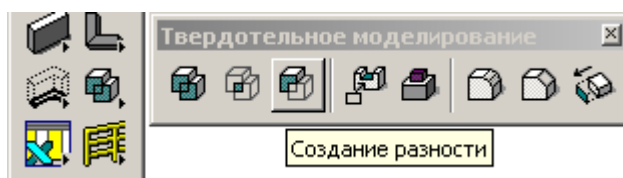

Рисунок 106
- Осталось вычесть из цилиндра параллелепипед. Для этой операции используется инструмент *Создание разности* (Рисунок 106). Данный инструмент также можно вызвать из панели инструментов *3D основная*.